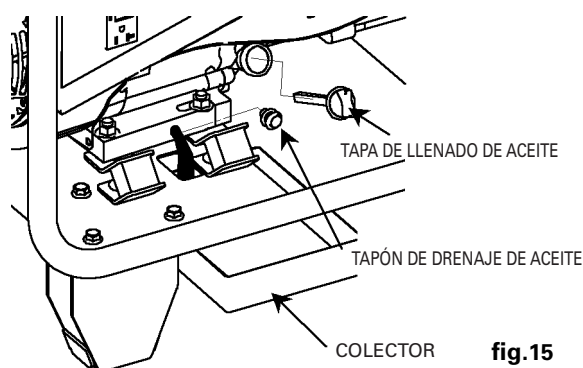

fig.15
1. Retire el tapón de llenado de aceite y el tapón de drenaje con el objeto de drenar el aceite según se muestra en la Fig. 15.